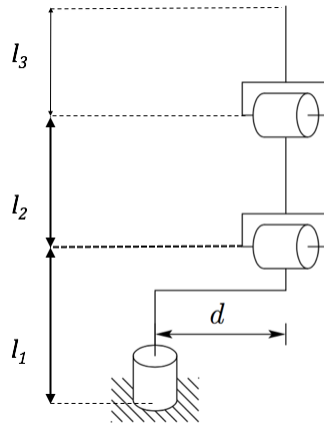

Figura 1: Robot 3R con desfase.
1. Dado el manipulador de la Figura 1, determine el modelo cinemático inverso. usando el método geométrico. ¿Cuántas posibles soluciones existen considerando límites articulares de $[-\pi \ \pi]$ para cada articulación?